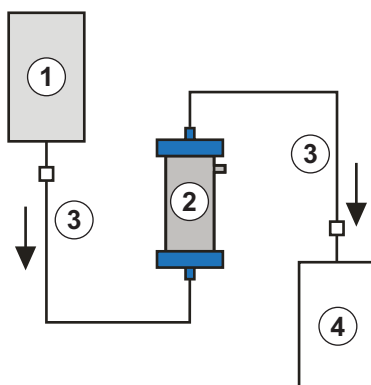

Рис. 6-3 Установка для промывки адсорбера гепарина
Материалы: см. условные обозначения к Рис. 6-3
2. Подключить вторую соединительную магистраль и сборный мешок, как показано на Рис. 6-3 к выходной стороне адсорбера гепарина.